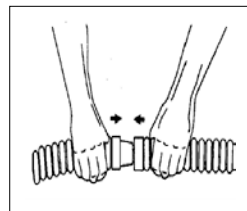

Рисунок 4
У комплекті є одинадцять (11) з'єднувальних шлангів довжиною 81 см та один (1) направляючий шланг довжиною 81 см із сірою муфтою. З'єднайте спеціальні секції шланга пілососа, щільно вдавлюючи та прокручуючи звужений чоловічий кінець кожного шланга у жіночий кінець сусідніх секцій шланга (див. Рис. 4). Залежно від розміру та форми басейну, не всі секції шланга можуть бути використані. Однак, **направляючий шланг ПОВИНЕН ВИКОРИСТОВУВАТИСЯ ЗАВЖДИ**, інакше пілосос не буде працювати належним чином. Не обов'язково, щоб з'єднання були «дотиснуті до упору», але вони **ПОВИННІ** бути досить герметичними, щоб запобігти витоку повітря. Змочування кінців шланга полегшить з'єднання його секцій.